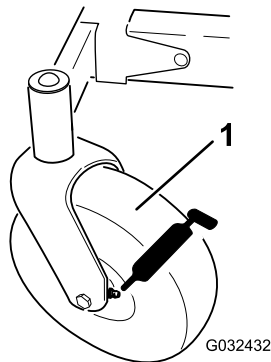

Bild 37
3. Reinigen Sie die Schmiernippel (Bild 37) mit einem Lappen.
4. Setzen Sie die Fettpresse nacheinander an allen Nippeln an (Bild 37).